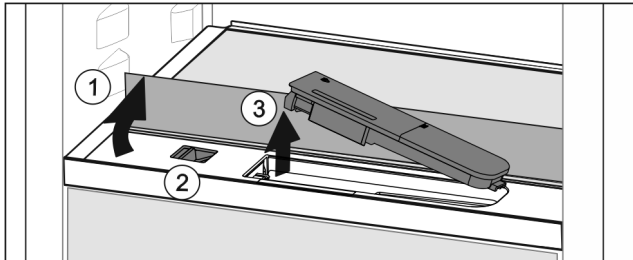

Fig. 150
- ▶ Sollevare il ripiano di vetro e ribaltarlo all'indietro fino all'arresto Fig. 150 (1).
- ▶ Spostare il cursore Fig. 150 (2) a sinistra.
- ▶ Rimuovere il serbatoio dell'acqua Fig. 150 (3).